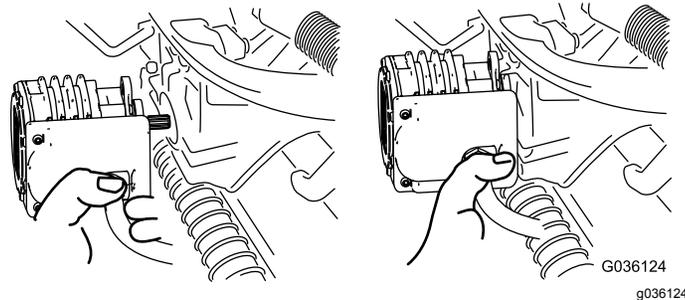

Рисунок 49
4. Переместите электродвигатель на место хранения на передней стороне рычага подвески (Рисунок 49).